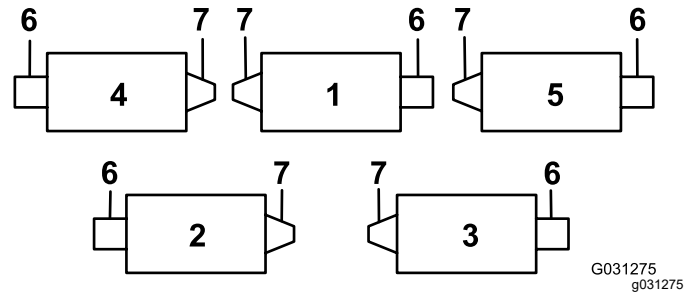
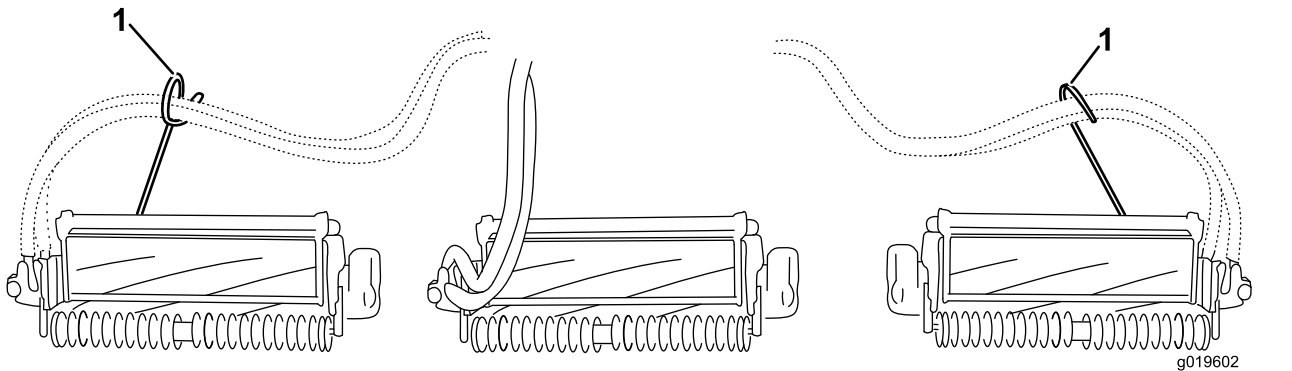
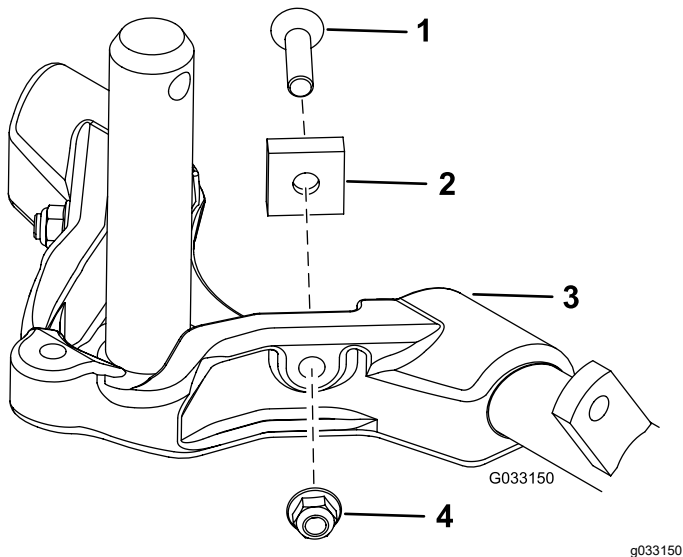

Bild 12
Bild 14
Bild 15
Wichtig: Montieren Sie an den Schneideinheiten Nr. 4 (vorne links) und Nr. 5 (vorne rechts) die Schlauchführungen mit den Befestigungsmuttern der Stangenhalterung vorne an den Schneideinheitnasen. Die Schlauchführungen sollten sich zur mittleren Schneideinheit neigen (Bild 12 bis Bild 14).
7. Verbessern Sie die Lenkung an den Heckschneideeinheiten, indem Sie die zwei Gelenkdistanzstücke, Sechskantschrauben und Bundmuttern (Bild 15) von den Trägerrahmen der Heckschneideeinheiten (Schneideeinheiten Nr. 2 und Nr. 3) entfernen, siehe Bild 12.